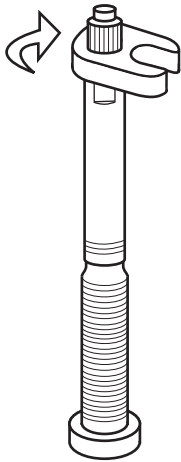

Figure 50. Serrez l'obus de valve en le tournant dans le sens des aiguille d'une montre à l'aide d'une clé.
7. Placez la clé sur l'obus de valve, en alignant les plats, et tournez dans le sens des aiguilles d'une montre. Remarque : l'ajustement doit être précis. Ne serrez pas excessivement car cela pourrait endommager le prolongateur (Figure 50).